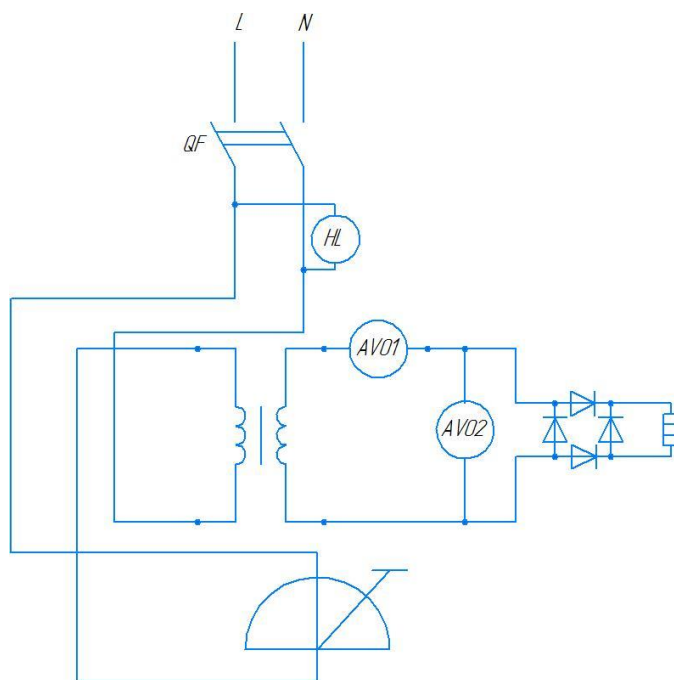

Рисунок 1. Принципиальная схема исследуемой цепи
8. Пользуясь схемами соединений (рис. 1), начертить принципиальную схему исследуемой цепи с включенными измерительными приборами.